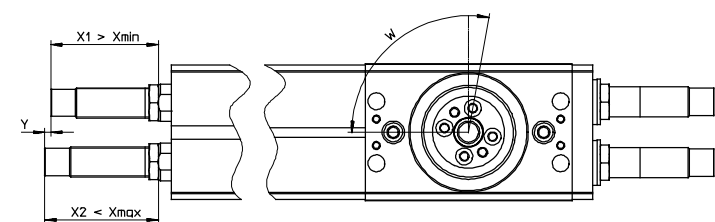

Fig. 5
- Величина установочного размера X1 и X2 одинакова (размер Y = 0 → Fig. 5, состояние при поставке)
Возможны следующие настройки (→ Fig. 5 и Fig. 6).